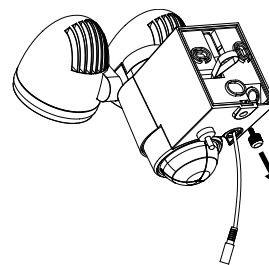

Fig. 1
Achtung: Wenn Sie den Akku wechseln, muss der Schalter an der Leuchteinheit auf OFF stehen und der Stecker des Solarmoduls von der Haupteinheit getrennt sein. Zum Ersetzen des Akkus öffnen Sie das Gehäuse der Haupteinheit wie im Abschnitt „Haupteinheit“ in Bild 1 und 2 beschrieben. Entfernen Sie die Akkus aus der Halterung und ersetzen Sie die Akkus gegen neue. Wenn möglich laden Sie die Akkus zuvor mit einem handelsüblichen Ladegerät für 1,2 V AA Ni-MH Akkus auf. Ist die Aufladung mit einem Ladegerät nicht möglich befolgen Sie bitte den Abschnitt „ERSTMALIGES AUFLADEN DER SOLARLEUCHTE“. Setzen Sie das Gerät in umgekehrter Reihenfolge wieder zusammen.
- Loosen the screw (Fig. 1) of the wall bracket
Please note: Before replacing the battery the switch on the lamp unit must be set to OFF and the solar module must be disconnected from the main unit. To replace the battery, open the cover of the main unit as described in Fig. 1 and 2 in the section "Main Unit". Remove the old batteries from the holder and insert new ones. If possible, charge the rechargeable batteries first using a standard charger for 1.2 V AA NiMH batteries. If unable to charge the batteries with a charger please follow the instructions in the section "CHARGING THE SOLAR LIGHT FOR THE FIRST TIME".